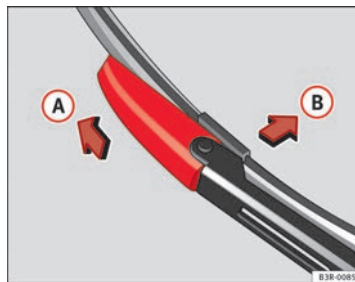

Abb. 181 Wischerblatt abnehmen
- Schieben Sie das Verriegelungsstück am Wischerblatt in Pfeilrichtung ⇒ **Abb. 181 (A)**. Halten Sie dabei das Wischerblatt fest.